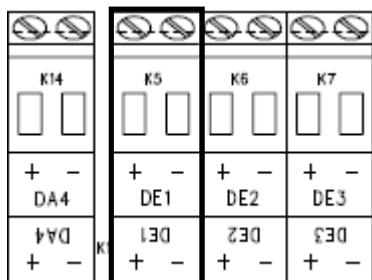

Fig. 9
1. Collegare l'uscita dell'impulso del contatore del gas all'ingresso digitale DE1 dell'EK280 (Fig. 9/1). La polarità può essere selezionata liberamente. (I segni "+" e "-" dei morsetti sono previsti per ampliamenti successivi del dispositivo).